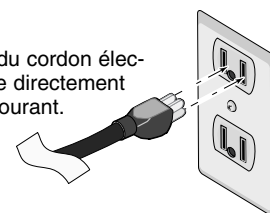

Figure 2 – Pour éviter l'interrupteur à flotteur
- 2B. Si la pompe du puisard est équipée d'un cordon électrique muni d'une fiche à prises multiples, débrancher la fiche du cordon électrique de l'interrupteur à flotteur de la prise de courant, puis brancher la fiche du cordon électrique de la pompe directement dans la prise de courant. Se reporter à Figure 2.